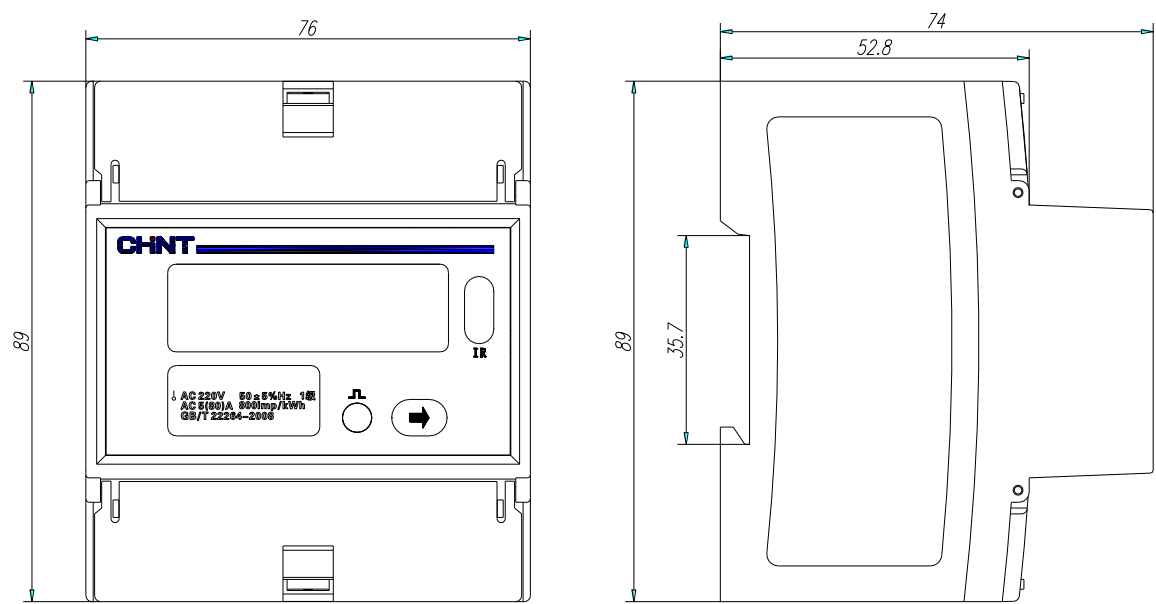

图 7 外形及安装尺寸图
6.2 DDSU666-E/D/F 外形尺寸：76mmx89mmx74mm；安装尺寸：76mm×35.7mm×52.8mm，外形及安装尺寸图如图 7 所示：